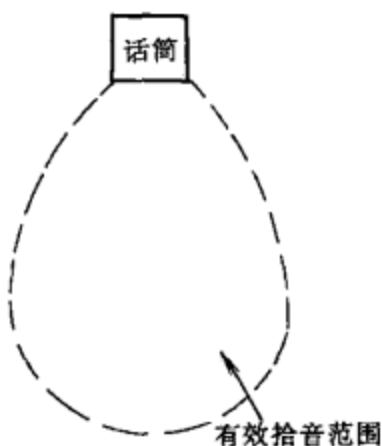

图 5-78
(2) 单向指向性传声器其正面的灵敏度明显高于背面和侧面,有效拾音范围在传声器的前方,如图 5-78 所示。根据指向特性曲线的形状,单向指向性传声器又可分为心形、超心形、超指向等。